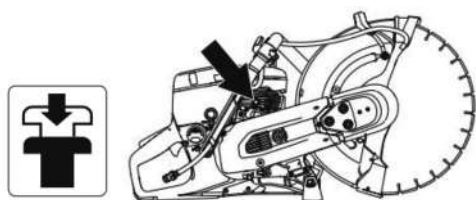

Рис. 15
3. Нажмите на рычаг декомпрессионного клапана чтобы уменьшить компрессию в цилиндре, это поможет запустить двигатель. Декомпрессионный клапан всегда следует использовать при запуске. Клапан автоматически вернется в начальное положение (рис.15).